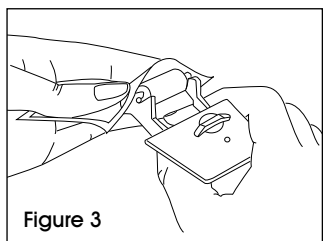

Figure 3
3. Coupez l'extrémité de l'emballage du rouleau encreur. En utilisant l'emballage pour protéger les doigts, faites glisser le transporteur dans l'emballage jusqu'à ce que le nouveau rouleau encreur s'enclenche. (Voir figure 3)